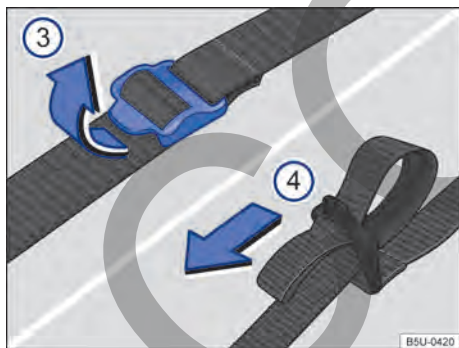

Fig. 170 Cintas de fijación de la bolsa de herramientas de a bordo.
- Tirar de las hebillas de la cinta de fijación en el sentido de la flecha → fig. 170 ③.
- Tirar firmemente de las cintas ① por las alzas en el sentido de la flecha → fig. 170 ④ para fijar la bolsa de herramientas de a bordo.